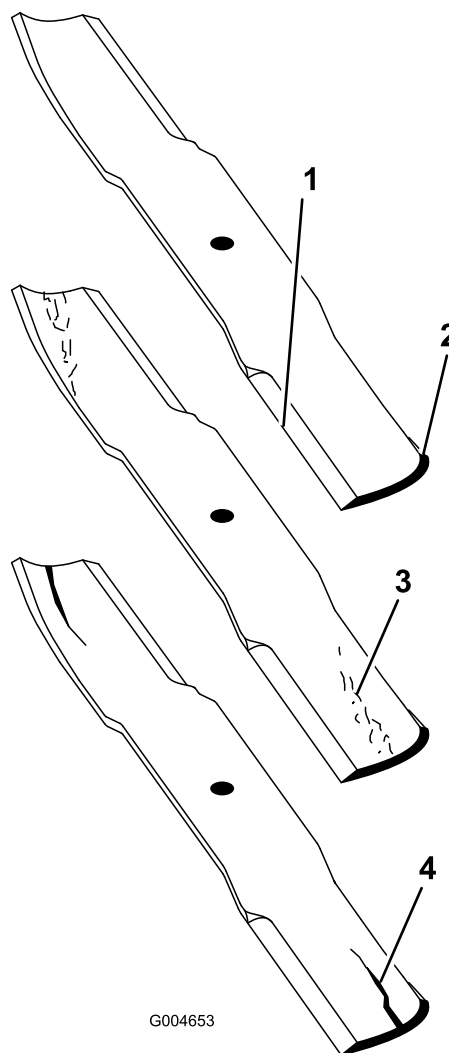

Bild 94
2. Prüfen Sie die Schnittkanten des Messers sorgfältig, insbesondere dort, wo die geraden Flächen die gebogenen berühren (Bild 94).
Hinweis: Da Sand und anderes reibendes Material das Metall abschleifen kann, das die flachen mit den gebogenen Teilen verbindet, müssen Sie das Messer vor jedem Einsatz des Rasenmähers prüfen. Wenn Sie Abnutzungen feststellen (Bild 94), sollten Sie das Messer auswechseln.